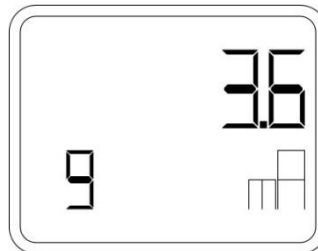

Рисунок 28 – Выбор аварийного значения тока
- При помощи кнопок «↑» и «↓» установить значение аварийного тока: 3,6 мА или 22,8 мА (рисунок 28).